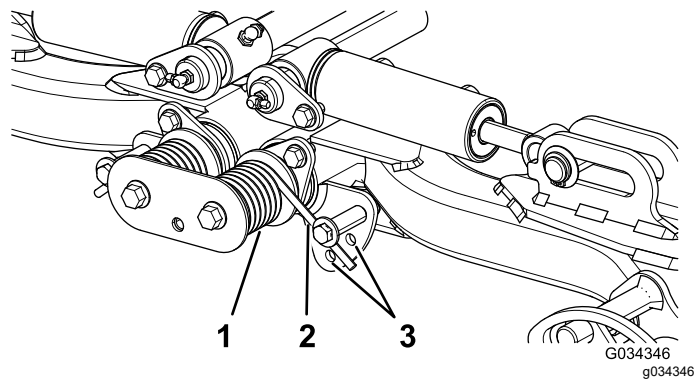

图 38
2. 将一个管子或类似物体插入长弹簧一端并在调节过程中降低弹簧张力(图 38)。
3. 在降低弹簧张力时拆下将弹簧传动器固定到支架上的螺栓和锁紧螺母(图 38)。